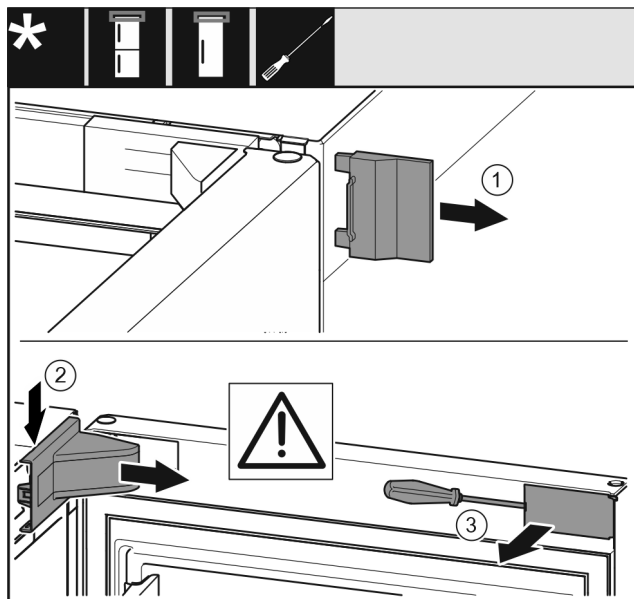

Fig. 5
- ▶ Retirar la cubierta exterior. Fig. 5 (1)
- ▶ Desencajar y soltar la cubierta del soporte de apoyo. Retirar la cubierta del soporte de apoyo. Fig. 5 (2)
- ▶ Desencajar el panel con el destornillador para tornillos de cabeza ranurada y moverlo a un costado. Fig. 5 (3)